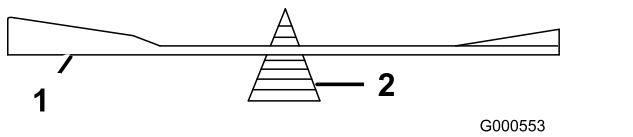

Рисунок 77
2. Перевірте баланс ножа, встановивши його на баланsir леза (Рисунок 77).